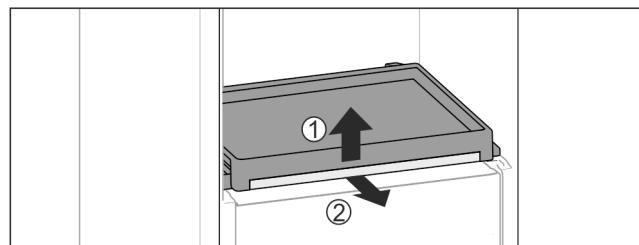

Fig. 113
- Выньте выдвижную панель со стеклянной панелью: Слегка приподнимите спереди стеклянную полку Fig. 113 (1) и потяните вперед Fig. 113 (2).